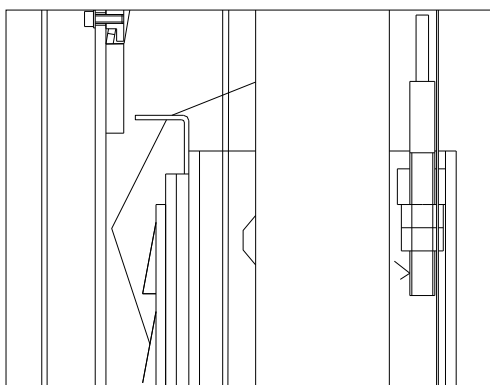

Fig. 15
- ◆ Båda vajrar hålls i balans under upp/ner (Fig. 15).